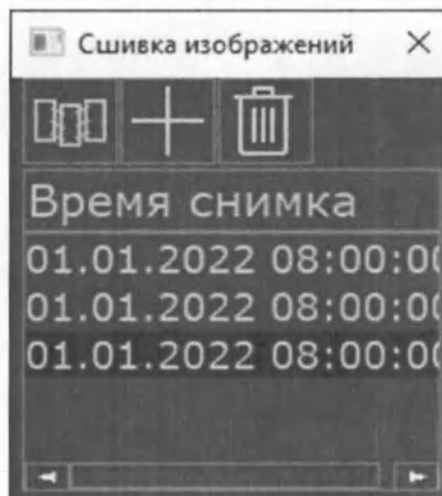

Рис. 127 Внешний вид окна загрузки "Сшивка изображений"
- Откроется окно загрузки изображений «Сшивка изображений» (Рис. 127 Внешний вид окна загрузки "Сшивка изображений");